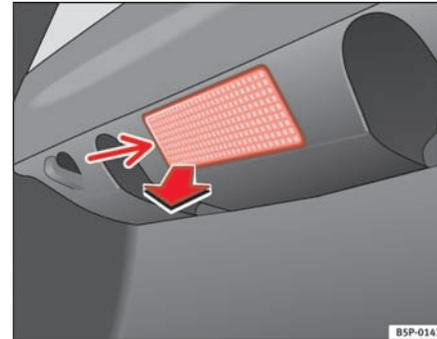

Fig. 175 Luz maletero
- Extraiga la tulipa haciendo presión sobre el borde de la parte interior de la misma -flecha- con ayuda de un destornillador por su parte plana. ⇒ fig. 175 ▶